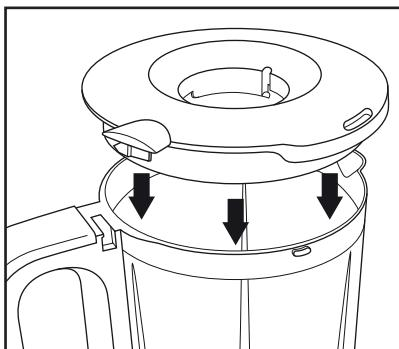

Abb. 3
- 1) Setzen Sie den Mixaufsatz mittig auf den Motorblock ⑩, so dass der Pfeil ▼ an der Halterung mit Mixermesser ⑨ auf das Symbol  weist.
- 3) Setzen Sie den Deckel ⑥ des Mixaufsatzes so auf das Mixergefäß ⑦, dass die Lippe am Deckel ⑥ genau neben dem Griff des Mixergefäßes ⑦ liegt (Abb. 3). Achten Sie darauf, die Lippe genau an der Seite neben den Griff zu positionieren, zu der die Schiene am Griff hin geöffnet ist.